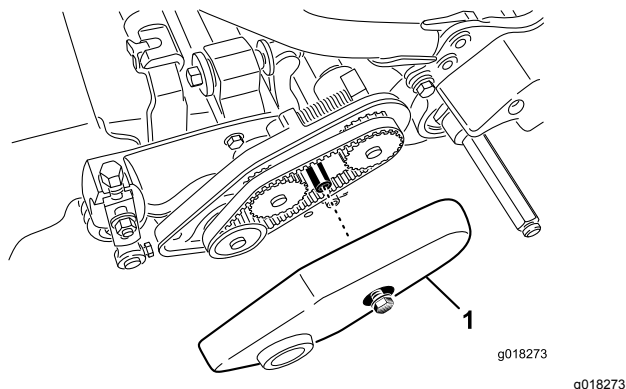

Figura 47
2. Allentate il bullone flangiato che fissa il copricinghia e togliete il copricinghia per esporre la cinghia (Figura 47).